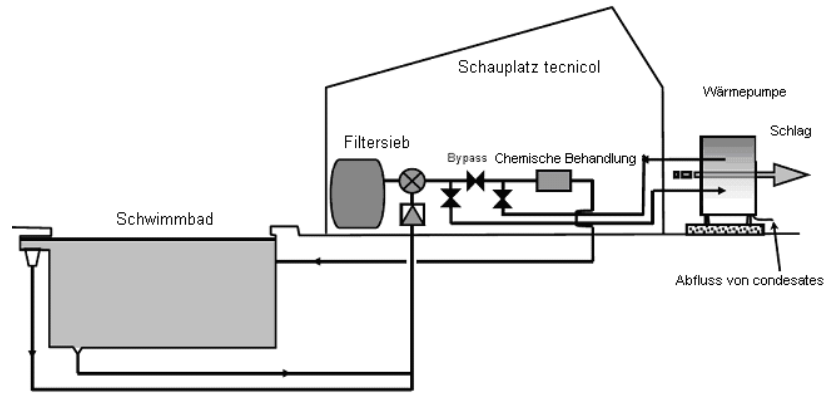

Abbildung 6: Typische Anordnung der Komponenten des Wasserkreislaufs.
- Bypassventil im Wasserkreislauf, siehe Abbildung 6.
⚠ Der Mindestwasserdurchsatz am Einlass der Wärmepumpe darf nicht unter dem für das betreffende Modell geforderten liegen, siehe Abschnitt 3. Bei einer Anordnung der Anlage, wie auf Abbildung 6 gezeigt, ist es möglich, den Wasserdurchsatz mit dem Bypassventil zu regeln.